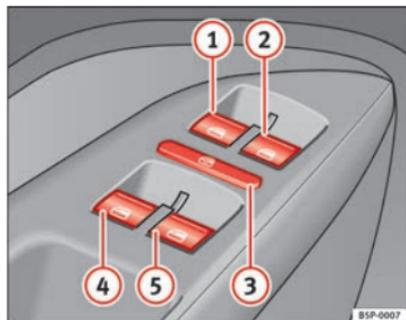

Fig. 67 Detalle de la puerta del conductor: mandos para las ventanillas delanteras y traseras
Las teclas ⇒ fig. 67 ① y ② tienen dos posiciones para la apertura de las ventanillas y otras dos para el cierre. De este modo es más fácil controlar las operaciones de apertura y cierre.